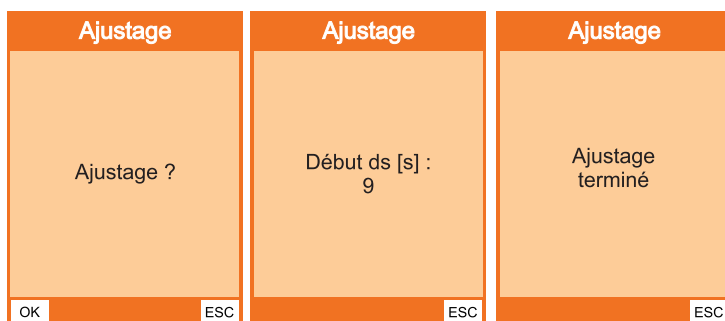

Fig. 16 : Ajustage
3. Sélectionnez **Ajustage**. L'écran de démarrage de l'**Ajustage** apparaît (fig. 16, image de gauche).